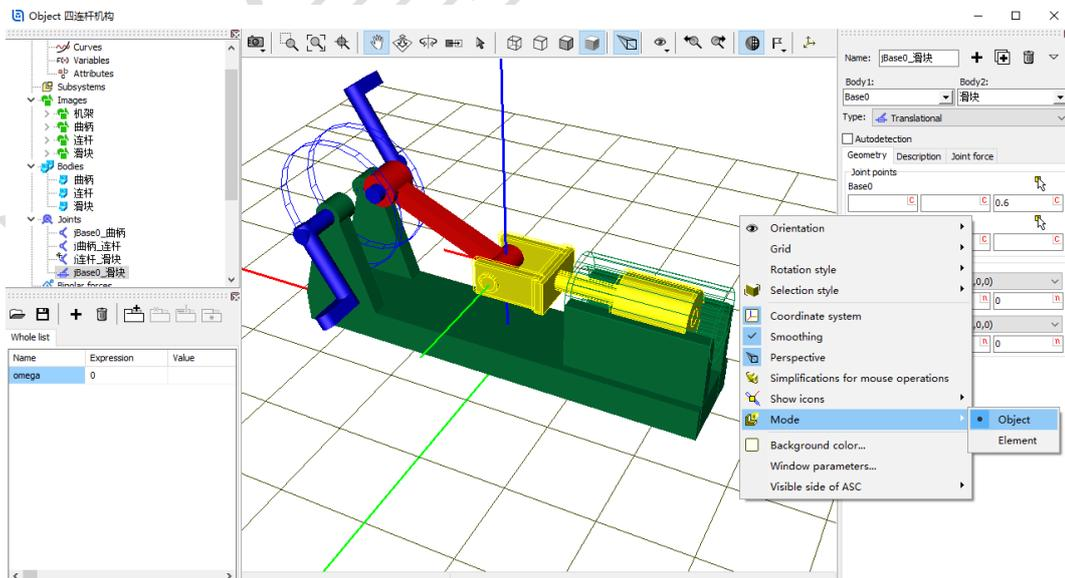

图 2-61
- 17) 在动画窗口点右键，选择 Mode → Object，可切换为整体模式，显示当前模型所有物体。也可点击动画窗口工具栏的  图标进行切换 ()，如图 2-61。